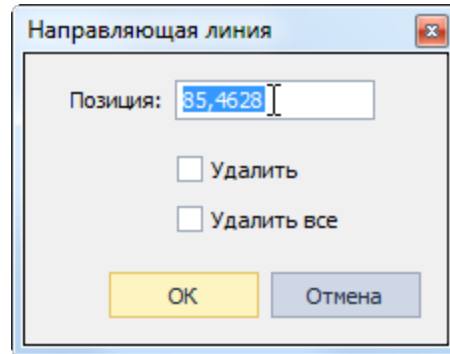

Рис. 342 Доступные параметры при работе с направляющими линиями
2. В отобразившемся окне «Направляющая линия» выберите необходимое действие, Рис. 342: